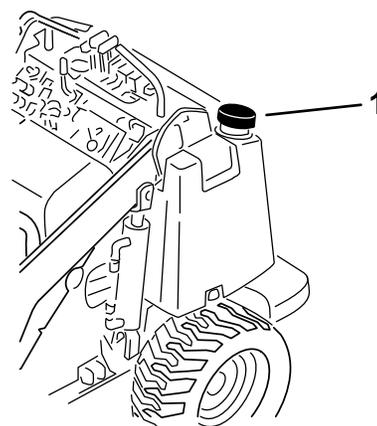

Рисунок 11
3. Очистите область вокруг крышки топливного бака и снимите крышку (Рисунок 11).